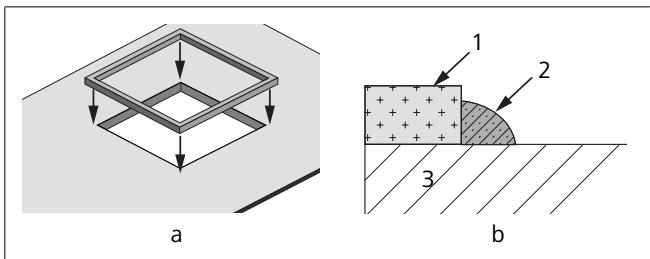
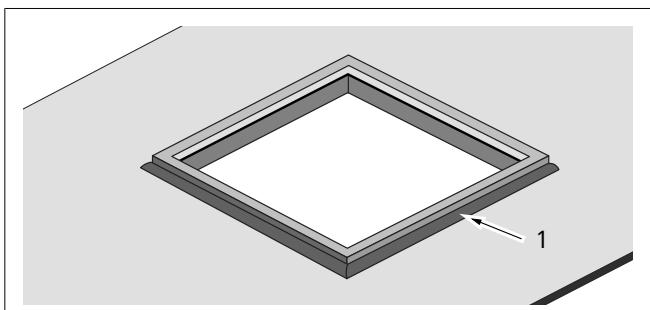

Bild 14 CTT35 Montering av packningen på en 360 x 360-utskärning (utan adapterram)
Bild 15 Applicering av tätningsmedel (endast tillämpligt för en packning på en 360 x 360-utskärning (utan adapterram))
- Dra av bakpappret och fäst packningen på taket (360 x 360 utskärning). Se Bild 14-a och b.
- Applicera självutjämnande RV-tätnäring runt packningen för att förhindra läckage. Se Bild 14-b och Bild 15.